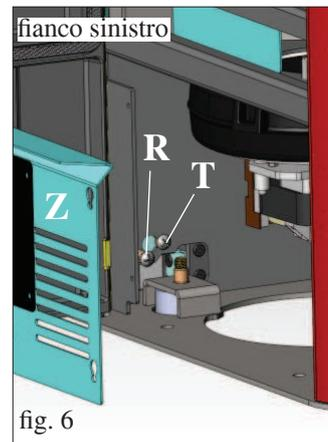

fig. 6
Verificare l'allineamento verticale dei fianchetti in ceramica (C) ed effettuare eventuali regolazioni tramite le viti poste sopra il top (V - fig. 5) e all'interno della stufa tramite le viti (R - fig. 6/7)
**N.B.:** prima di effettuare l'operazione togliere il pannello zincato (Z - fig. 6/7) su entrambi i lati e allentare le viti di bloccaggio (T - fig. 6/7).